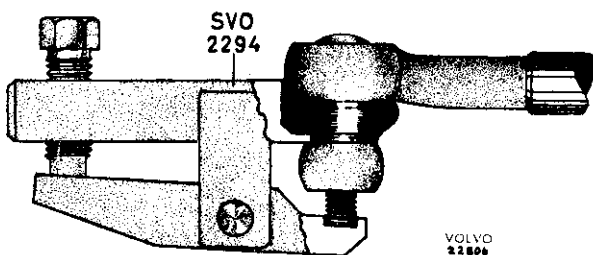
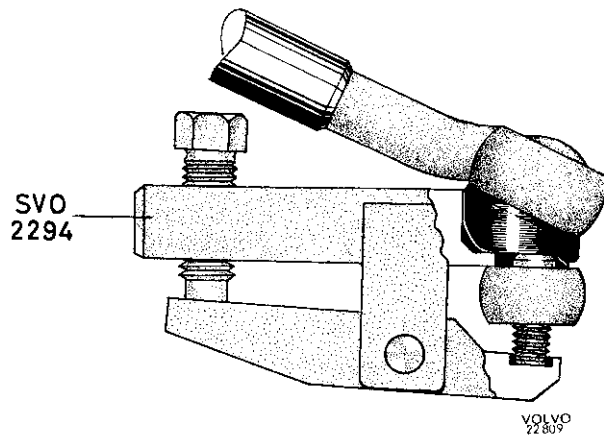

Abb. 60 Abpressen des Kugelgelenkes
Abb. 61 Abpressen des Kugelgelenkes
Die Lenkstangenköpfe bilden mit den Lenkstangen eine Einheit und müssen als solche komplett ausgewechselt werden. Beim Ausbau werden zuerst Splinte und Kronenmutter entfernt. Danach wird das Spannzeug 2294 gem. Abb. 60 auf dem Kugelgelenk angebracht. Werkzeug ordentlich festdrücken und darauf achten, daß der Gewindezapfen des Kugelgelenkes in die Aussparung des unteren Spannhebels gelangt. Die Werkzeugspindel drehen, bis der Kugelzapfen unter Preßdruck nachgibt. Soll eine Lenkstange bei eingebauten Vorderrädern abgepreßt werden, dann ist zuerst das Kugelgelenk am Lenkstockhebel bzw. Umlenkhebel nach der vorstehend beschriebenen Methode zu lösen. Die Lenkstange ist dabei nach vorn/oben zu schwenken und das Spannzeug gem. Abb. 61 anzusetzen.
Die Kugelgelenke der Spurstange (Spurstangenköpfe) sind einzeln austauschbar. Beim Ausbau ist zuerst das Kugelgelenk am Lenkstockhebel bzw. Umlenkhebel nach der vorher beschriebenen Methode (Abb. 60) zu lösen. Danach werden je nach Ausf. Gegenmutter bzw. Klemmschraube entfernt und der Spurstangenkopf aus der Spurstange herausgeschraubt. Der neue Spurstangenkopf wird zweckmäßig mit der gleichen Gewindelänge in die Spurstange geschraubt. Die Einstellung der Vorspur wird dadurch erleichtert. Spurstangenkopf in Einbaulage auf der Spurstange mit Gegenmutter oder Klemmschraube absichern.
3. Spindel am Spannzeug 2294 zurückdrehen und das Werkzeug entspr. Abb. 60 über dem Kugelgelenk anbringen. Spannzeug ordentlich festdrücken und darauf achten, daß der Gewindezapfen des Kugelgelenkes in die Aussparung des einen Spannhebels gelangt. Werkzeugspindel andrehen, bis sich der Kugelzapfen unter Preßdruck aus der Öse des Umlenkhebels löst.